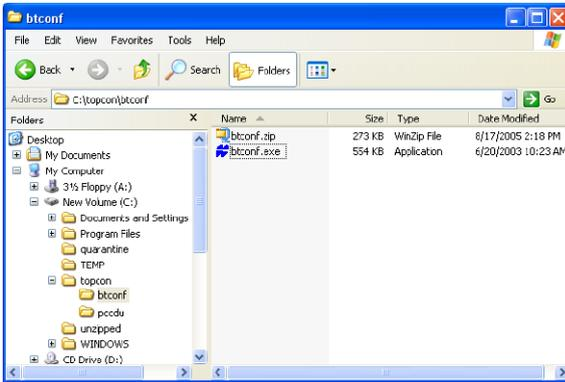

Figura 2-4. Estrazione del programma e creazione del collegamento di scelta rapida
4. Creare un collegamento di scelta rapida sul desktop del computer per un accesso rapido a BTCONF (Figura 2-4).